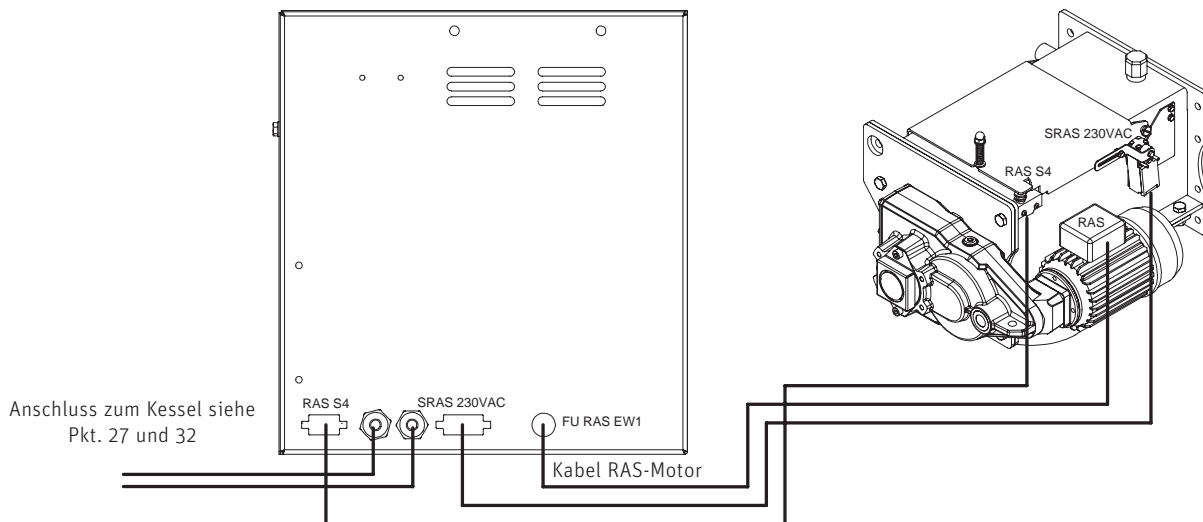

Fig.147 Stecker RAS S4 und SRAS 230V vom Übergabeblock anstecken
- ▶ Beide Kabel (RAS S4) und SRAS 230V) vom Übergabeblock an Schaltfeld 4 anstecken – Fig. 147.